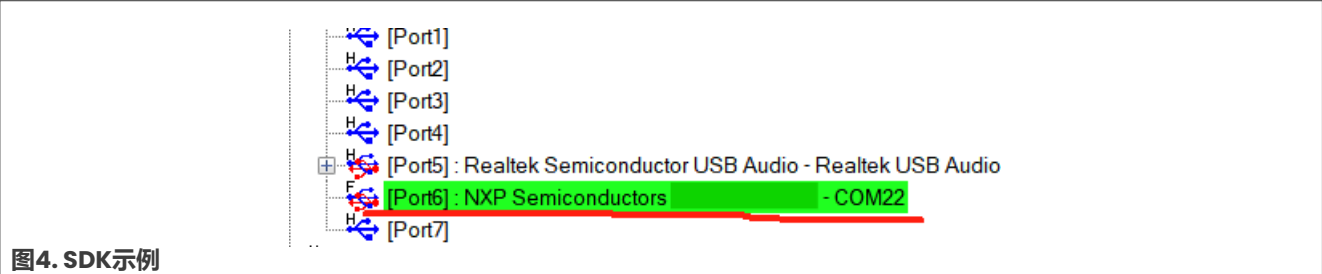

图4. SDK示例
4. 用双绞线连接两块电路板的 CAN_H 和 CAN_L，如图 4 所示。